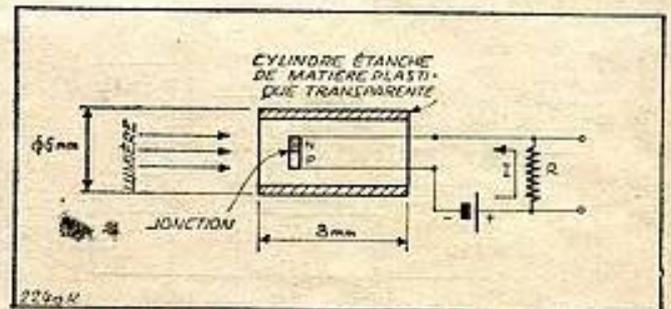

FIG. 3. — Photo-diode à jonction tirée. Lorsque la jonction PN est éclairée sur sa tranche, sa résistance diminue et le courant I augmente.
2) La photo-diode à jonction tirée (fig. 3) qui est constituée par la jonction des deux types de germanium, la jonction étant éclairée sur sa tranche.